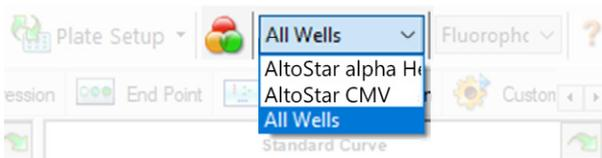

Abb. 4: Schaltfläche und Dropdown-Menü Well Group (Well-Gruppe)
Achten Sie darauf, im Fenster Data Analysis (Datenanalyse) die **Well Group** (Well-Gruppe) des AltoStar® *alpha* Herpesvirus PCR Kit 1.5 auszuwählen. Klicken Sie dazu auf das Dropdown-Menü **Well Group** (Well-Gruppe) rechts neben der Schaltfläche **Well Group** (Well-Gruppe) (siehe Abbildung 4) in der Menüleiste. Verwenden Sie nicht die „All Wells“ (Alle Wells) **Well Group** (Well-Gruppe). Die Auswahl in Abbildung 4 wird als allgemeine Beispielansicht verwendet.
1. Achten Sie darauf, im Fenster Data Analysis (Datenanalyse) die **Well Group** (Well-Gruppe) des AltoStar® *alpha* Herpesvirus PCR Kit 1.5 auszuwählen. Klicken Sie dazu auf das Dropdown-Menü **Well Group** (Well-Gruppe) rechts neben der Schaltfläche **Well Group** (Well-Gruppe) (siehe Abbildung 4) in der Menüleiste.